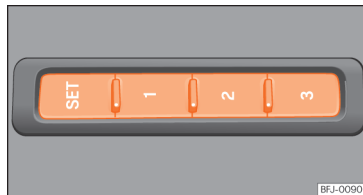

Fig. 101 No lado exterior do banco do condutor: botões de memória
- Pressione o botão **SET** durante mais de 1 segundo »» **Fig. 101.**